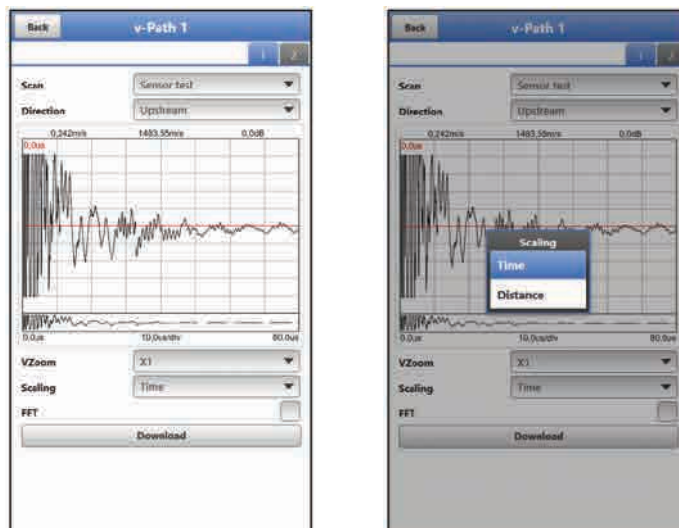

Fig. 49-6 Sensor Test
- **>Sensor Test<** (Fig. 49-6)